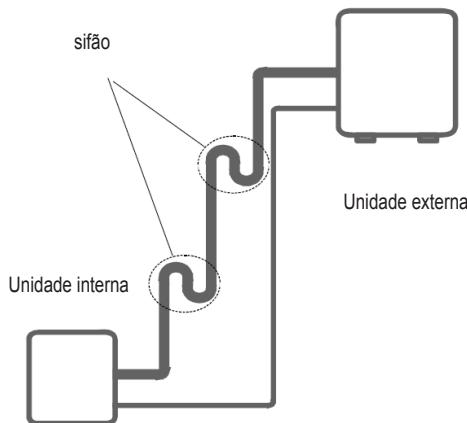

fig. 5 -
**Unidade externa colocada por cima e unidade interna por baixo ("fig. 5 -").**